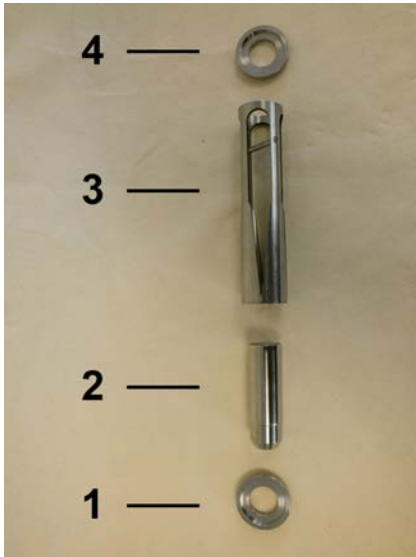

Abb. 38: Inneneteile SW-04
5. ➤ Zentrierscheibe (Eingang) (Abb. 38/1), Schwebekörper (Abb. 38/2), Schlitzdüse (Abb. 38/3) und Zentrierscheibe (Ausgang) (Abb. 38/4) als Innenteile des Strömungswächters